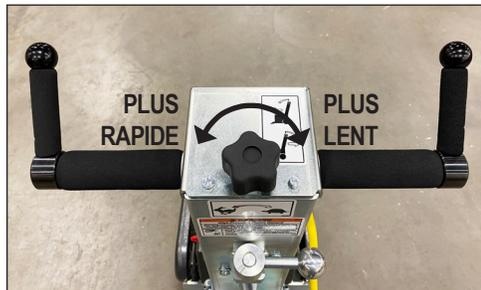

FIG. 9
Contrôle de vitesse (Figure 9)
3. Tourner le bouton de la commande de vitesse sur la position la plus lente (Figure 9).